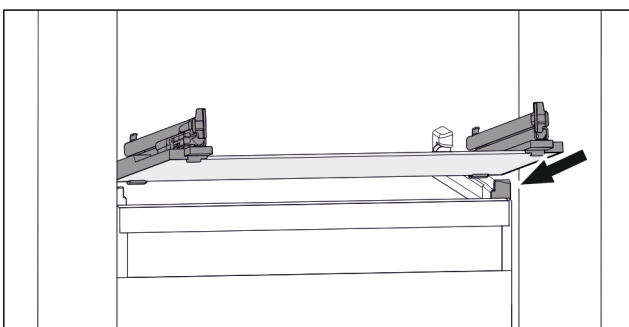

Fig. 154 Beispielhafte Darstellung der Glasplatte
- ▶ Glasplatte schräg hinter den Stopperrn aufsetzen. (zie Fig. 154)